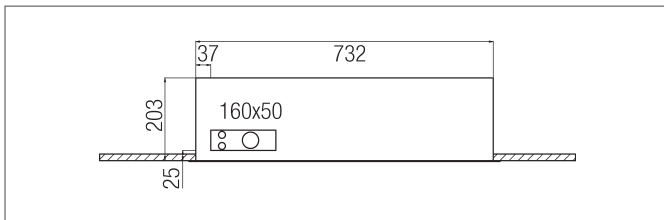

Fig. 4-4: Vista desde arriba de la sección del marco de montaje colocado
- La fig. 4-4 muestra las dimensiones de la escotadura para la instalación de los tubos (tubos de impulsión y retorno, evacuación de condensados) y los cables de conexión eléctrica.